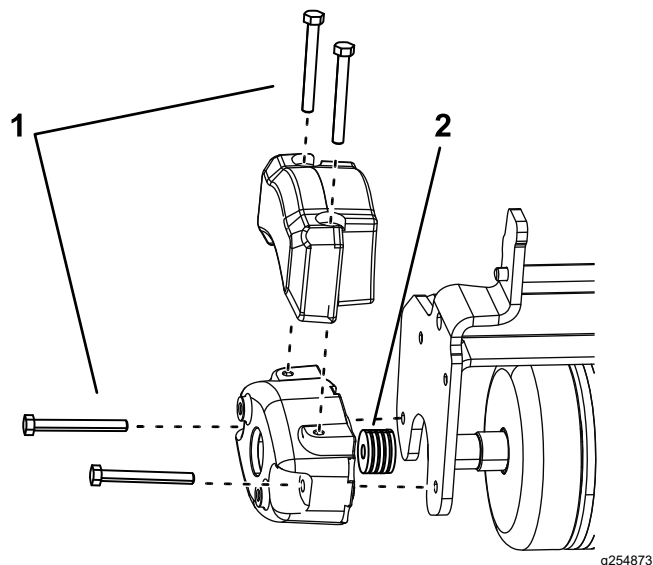

図 7
2. 図 7 のようにボルト 5/16-18 x 2 3/4" 2 本を取り付ける。
3. 各ボルトにスペーサ 1/8" 4 個を取り付けるカウンタウェイトとトリローラ側との間 図 7。